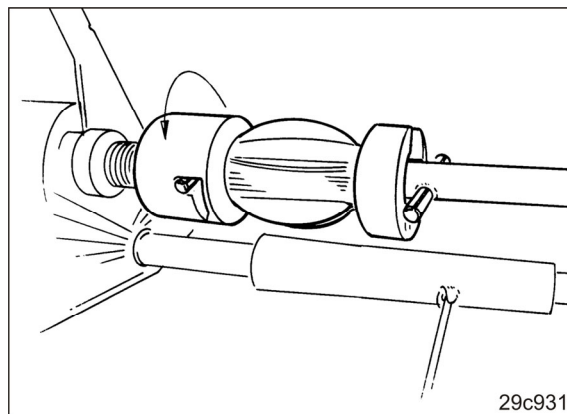

Рис. 199
3. Отключение левой половины высевающего вала (Рис. 199)